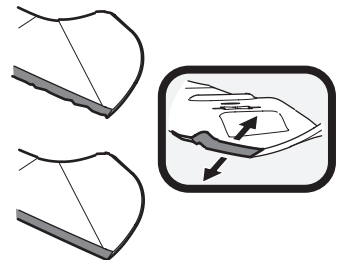

Figura 36
1. Para afilar las cuchillas de corte correctamente, extraiga cantidades iguales de metal de ambos extremos de las cuchillas a lo largo de los bordes cortantes, paralelo al borde de caída, a un ángulo de 25° a 30°. Afíle siempre cada borde de las cuchillas de corte de forma pareja para mantener un centrado adecuado entre las mismas. Consulte la Figura 36.